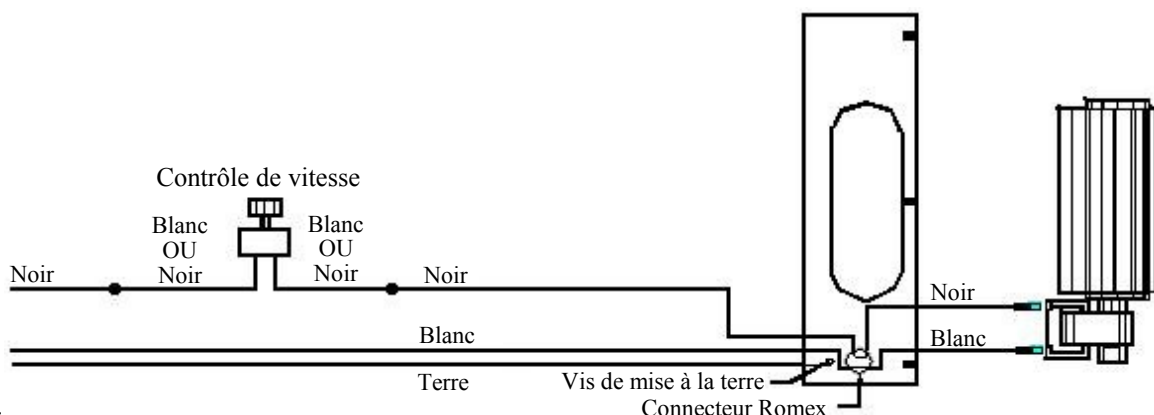

Figure 31b
- B. Fixez le support de fixation aux colombages muraux (ou à l'encadrement), avec les (4) vis à gyproc fournies.
5. Alignez les (3) fentes du ventilateur avec les tiges de fixation, et insérez le ventilateur en position. Serrez les écrous pour fixer en place.
7. Connectez correctement le câble de 110 V c.a. au fils sous tension et au fil neutre du ventilateur, ainsi qu'aux fils du contrôle de vitesse, avec les serre-fils fournis (voir la Figure 31b).